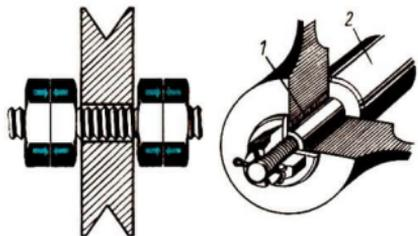

Bild 8 Befestigung von Rädern auf der Achse
Das Rad soll auch hier leicht drehen und muß seitlich begrenzt werden. Das Rad (Bild 8) bekommt ein **Lager** (1), das auf der Achse läuft. Das Rad dreht sich auf der feststehenden **Achse** (2). Bei Arbeiten mit dem Baukasten kann man das Rad auch mit Hilfe von **Gegenmuttern** auf einer Achse befestigen (Bild 8, links). Im Maschinenbau ist es üblich, die Achse mit einem Bund zu versehen und an der anderen Seite eine sogenannte **Kronenmutter** mit **Splint** zu verwenden (Bild 8, rechts).
4. Erkläre, worin sich die beiden Befestigungsarten auf Bild 8 gleichen!